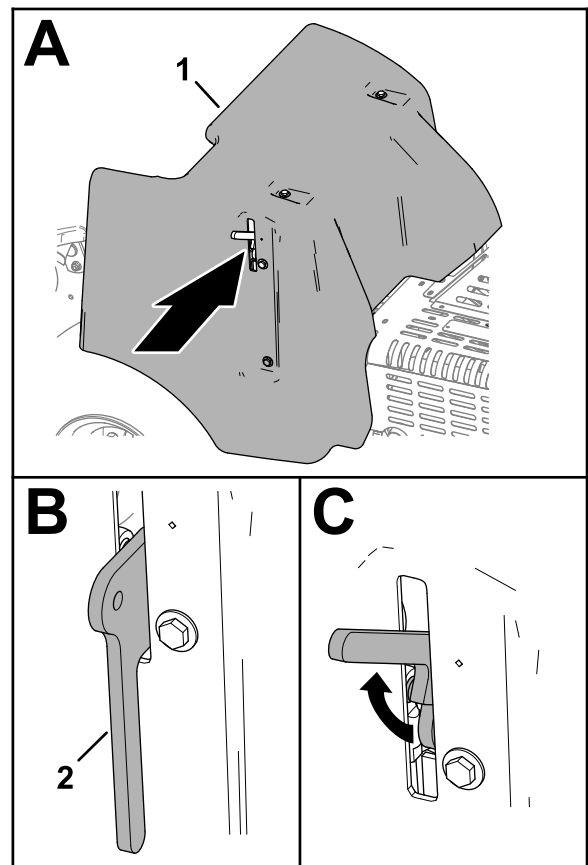

Bild 131
2. Heben Sie den Verriegelungsgriff an (**Bild 131**).